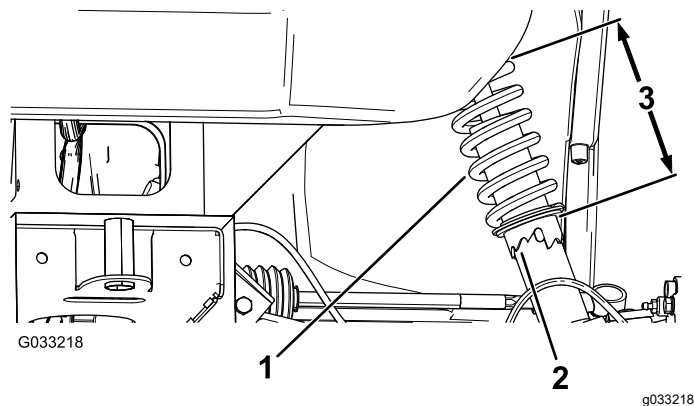

Figura 45
2. Si la caída de la rueda está mal, utilice la llave de gancho para girar el collarín del amortiguador para alinear la rueda (Figura 45).